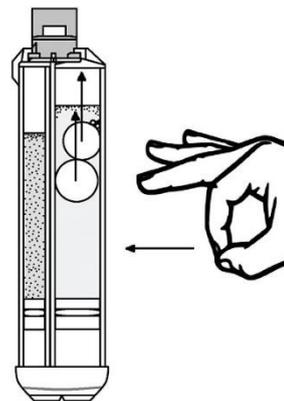

Fig.1
1. Retire a seringa com a cola, o êmbolo e as ponteiros aplicadoras da embalagem. Segure a seringa na vertical, com a ponta para cima, e bata levemente na superfície lateral das câmaras para que as bolhas de ar se libertem das soluções e subam até ao topo da seringa (fig.1).